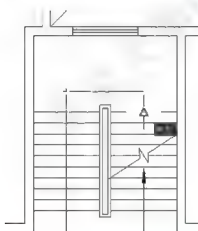
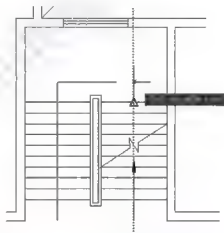

图 2.131 光标放在踏步线中点
图 2.132 寻找水平线和垂直虚线的交点
(4) 在指定下一个点或 [圆弧(A)/半宽(H)/长度(L)/放弃(U)/宽度(W)]: 提示下,将光标放在如图 2.131 所示的踏步线中点位置,此时不单击,然后将光标垂直向上拖动,拖出垂直虚线。把光标放在如图 2.132 所示的水平线和垂直虚线的交点位置,然后单击,以确定下行箭头第二段箭杆的长度,并保证第三段箭杆的位置能够居于右侧梯段。